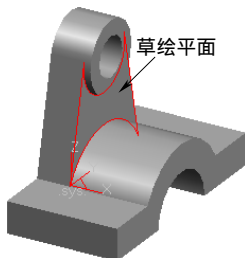

图 6-108 选择草绘平面
1) 在图形区选择如图 6-108 所示的实体表面, 单击“绘制草图”按钮, 进入草图绘制状态。